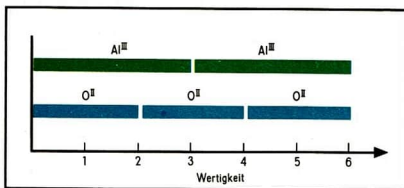

Abb. 43 Im Aluminiumoxid gleichen sich die Wertigkeiten des Aluminiums und die Wertigkeiten des Sauerstoffs aus.
Die Formel einer Verbindung lässt sich aufstellen, wenn die Elemente und die Wertigkeiten, mit denen sie in der Verbindung vorliegen, bekannt sind. Bei Verbindungen aus 2 Elementen entspricht die Gesamtzahl der sich gegenseitig ausgleichenden Wertigkeiten dem kleinsten gemeinsamen Vielfachen der Wertigkeiten der Elemente (Abb. 43). Zum Aufstellen der Formeln wird eine Schrittfolge benutzt. ① ② ③ ④
- ① Ermittle entsprechend dem angegebenen Beispiel (S. 57) die Wertigkeit der Bestandteile in a) Phosphorpentoxid P_2O_5 ; b) Schwefeldioxid SO_2 ; c) Dichlorheptoxid Cl_2O_7 ! Sauerstoff tritt in allen Fällen zweiwertig auf.
- ② Die Gesamtzahl der sich gegenseitig ausgleichenden Wertigkeiten entspricht dem kleinsten gemeinsamen Vielfachen der Wertigkeiten der Elemente. Belege das am Beispiel der Schrittfolge (S. 58) und für die Wertigkeiten der Elemente im Aluminiumoxid Al_2O_3 (Abb. 43)!
- ③ Ermittle nach der Schrittfolge die Formeln von Magnesiumoxid, Zinkoxid, Kohlendioxid! Fertige ferner grafische Darstellungen wie in Abbildung 43, Seite 58 an! Weise nach, daß in allen Fällen die Gesamtzahl der betätigten Wertigkeiten das kleinste gemeinsame Vielfache der Wertigkeiten der Elemente ist!
- ④ Bilde die Formeln folgender Oxide: a) Oxid des Bleis, in dem Blei zweiwertig ist; b) Oxid des Bleis, in dem das Blei vierwertig ist; c) Oxid des Phosphors, in dem Phosphor fünfwertig ist; d) Oxid des Zinns, in dem Zinn zweiwertig ist; e) Oxid des Zinns, in dem Zinn vierwertig ist!